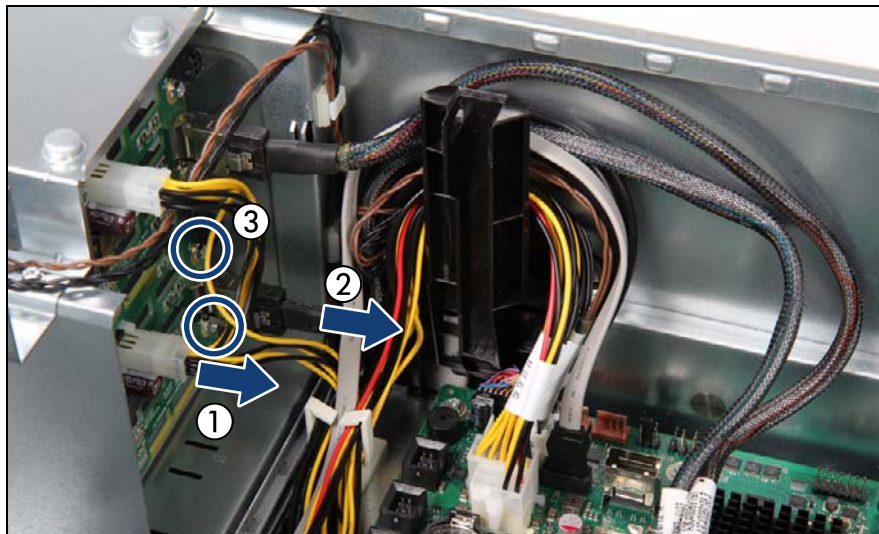

図 73: ケーブルの取り外し
- ▶ SAS バックプレーンを、やや傾けながら HDD ケージの 2 つのガイドに合わせます (1)。
- ▶ SAS バックプレーンを倒します (2)。
- ▶ SAS バックプレーンを 2 本のネジで固定します (図 73 を参照)。
- ▶ 電源ケーブルと SAS ケーブルを SAS バックプレーンに接続します (図 73 を参照)。